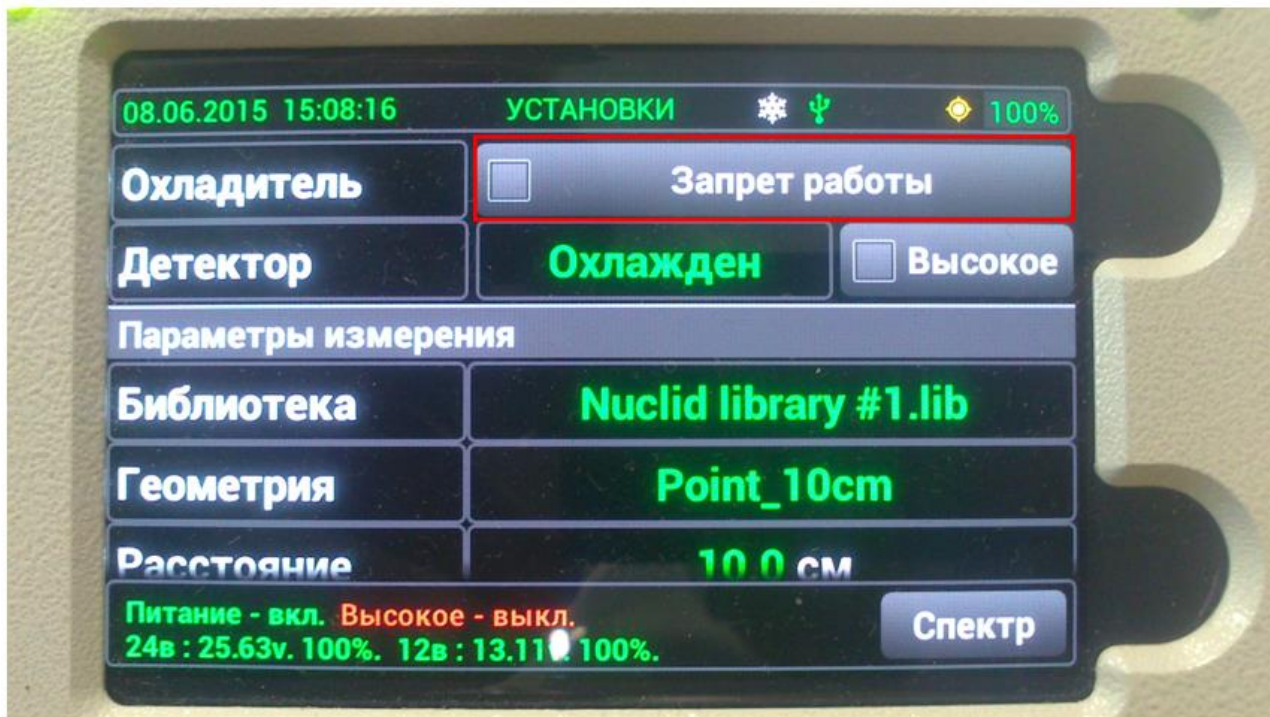

Рис. 66. Кнопка «Запрет работы» криокулера.
1.11.7.11.16.8.7.2 Выключите высокое напряжение нажатием кнопки «Высокое» (см. Рис. 66). Подождите, пока не исчезнет галочка в окне «Высокое».
- нажмите кнопку «Запрет работы» (см. Рис. 66).